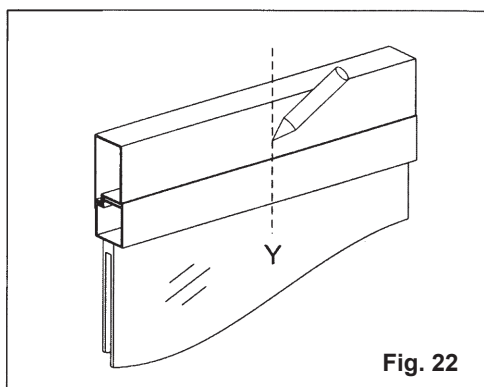

Fig. 22
- 2) **Fig. 22** - Tracciare con una matita la mezzeria "Y" del serramento;